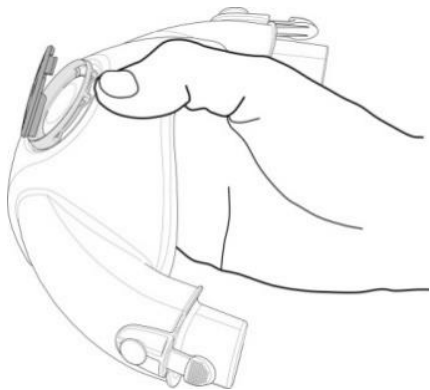

Figura 21 – Retirar la tapa de la válvula de exhalación
- Para cargar la batería interna, coloque el respirador boca abajo y localice el puerto de carga. Consulte la Figura 21.